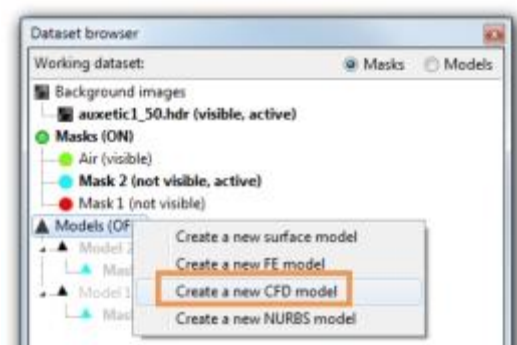

图 1-30 建立 CFD 模型
2. 在 Dataset browser 中,右击 **Models (ON)** 并且选择 **creat a new CFD model** 如图 1-30